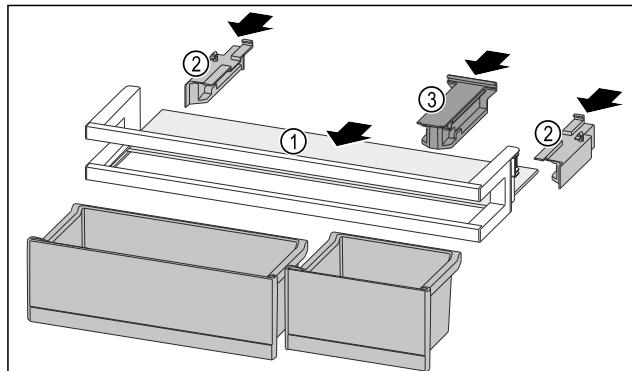

Fig. 91
- Zasuňte odkladaciu plochu Fig. 91 (1) do bočných vybraní.
- Vložte bočnice Fig. 91 (2).
- Vložte prídružný diel Fig. 91 (3).